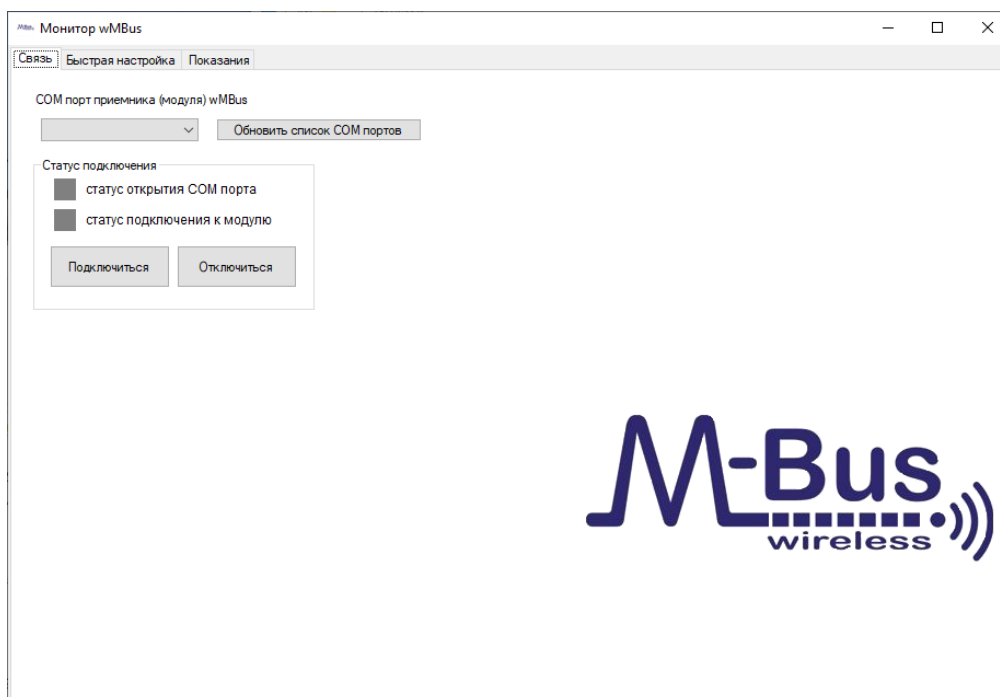

Рис.4. Основное окно программы «Монитор wMBus»
- 5.4.2. Запустить на компьютере файл «TSRK_monitor.exe». На мониторе ПК откроется основное окно программы (см. рис.4):